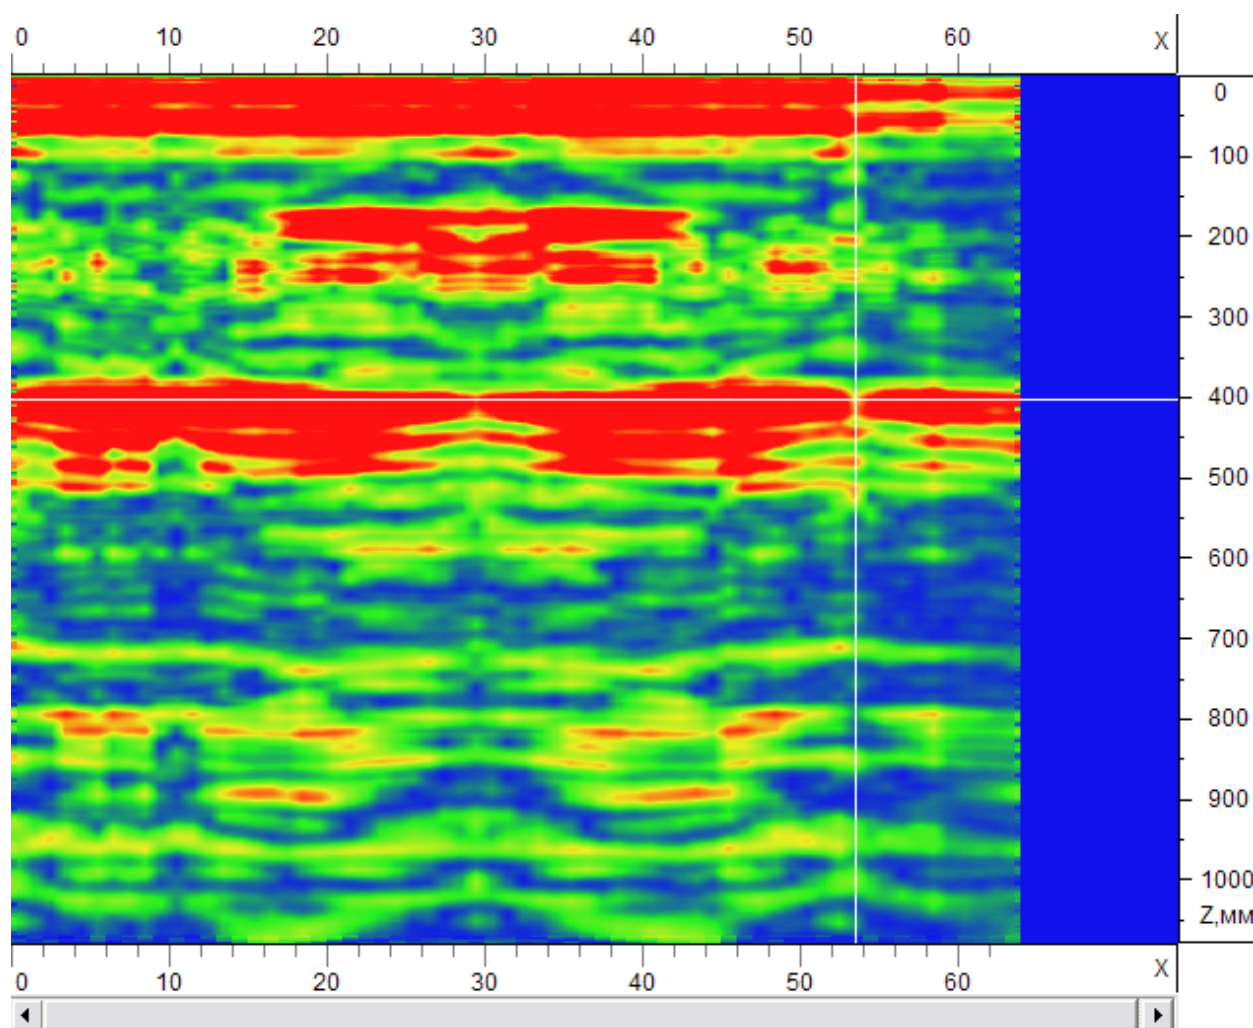

Рисунок 37
- Экран содержит цветной В-скан ленты. Отображается уровень принятого УЗ сигнала, горизонтальная и вертикальная разметки экрана, измерительные курсоры (рисунок 37).